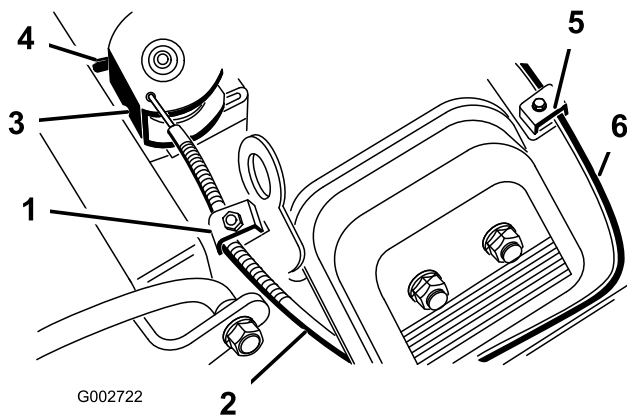

図 39
2. スロットルケーブルをエンジンに固定しているクランプのねじをゆるめる 図 39。
4. スロットルケーブルを十分に引いて、スイベルの後部をストップに接触させる 図 39。
2. チョークケーブルをエンジンに固定しているクランプのねじをゆるめる 図 39。
4. チョークケーブル 図 39 を十分に引いてチョークを完全に閉じ、その位置でクランプのねじを締める。